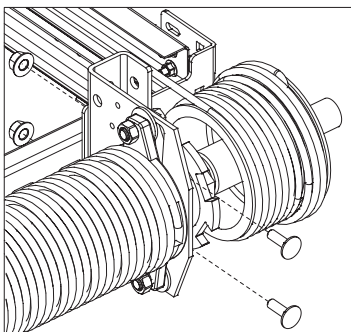

Рис.26.1
- закрепить храповую муфту к правому боковому суппорту двумя болтами М8х25 (рис.26.1);